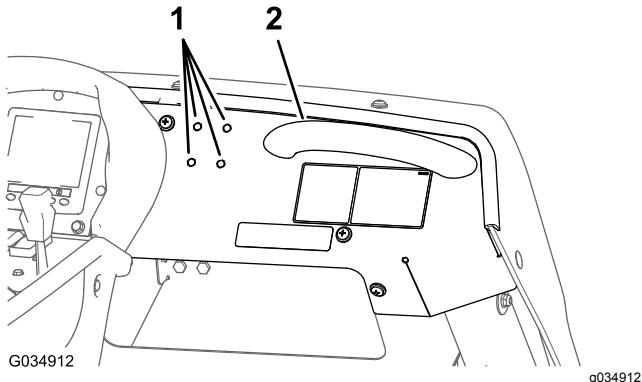

図 129
- ダッシュパネルの左側握りハンドルの左側にある4枚の打ち抜きパネル6 mmを探し出す(図 129)。
2. ダッシュパネルを打ち抜いて4つの穴を作る図 129。